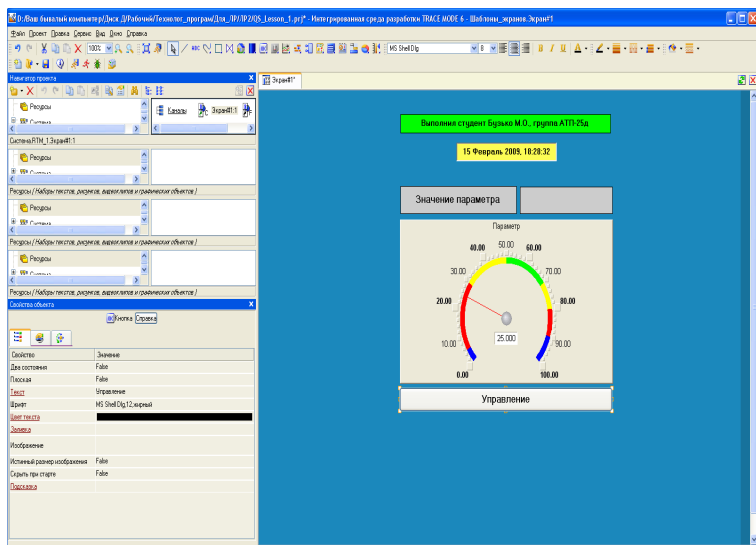

Рис. 2
4.2.3. Виділити **ГЕ Кнопка** ЛК і викликати вікно його властивостей. У полі **Текст** ввести напис **Управління**. Можна змінити шрифт як показано на рис. 2.